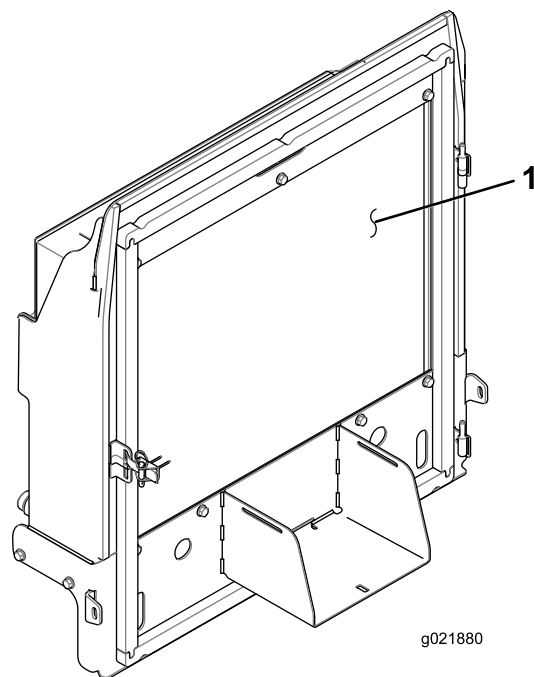

Figure 94
4. Nettoyez soigneusement les deux côtés du radiateur/refroidisseur d'huile à l'air comprimé (Figure 94).